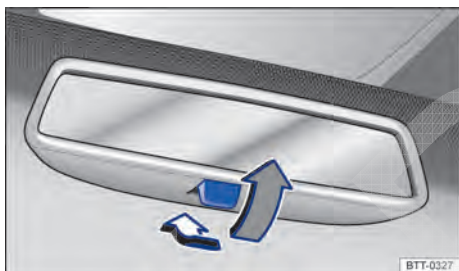

Fig. 102 No para-brisa: espelho retrovisor interno com antiofuscante manual.
- Para evitar o ofuscamento, puxar a alavanca para trás $\Rightarrow$ Fig. 102.